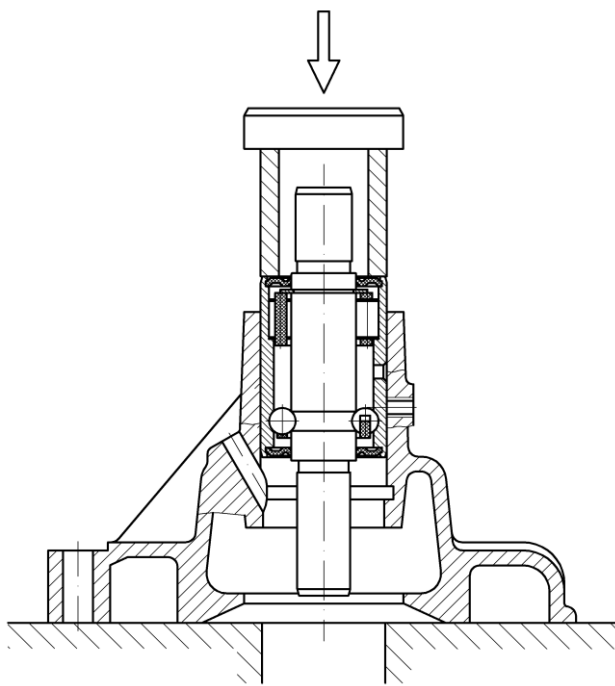

Рис.75. Запрессовка подшипника с валиком
- с помощью оправки запрессовать подшипник с валиком в сборе в корпус так, чтобы гнездо под фиксатор на обойме подшипника совпало с отверстием в корпусе насоса (рис.75);